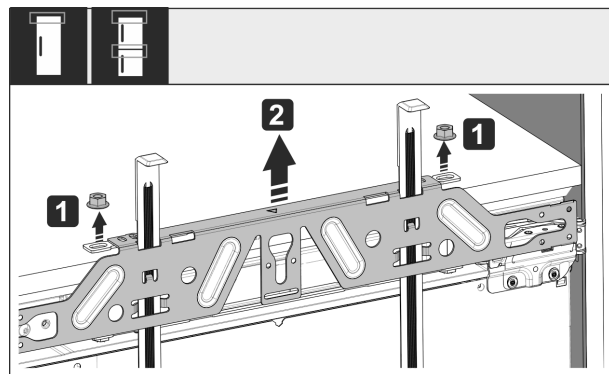

Fig. 54
- ▶ Oldja ki az ellenanyákat Fig. 54 (1).
- ▶ Vegye le a rögzítő kereszt-tartót Fig. 54 (2).